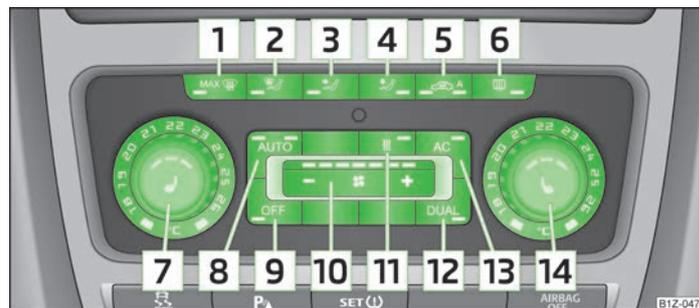

Fig. 90 Climatronic: Elementos de mando
- » (AC) 13 » fig. 90 de la página 87 conectado.
- » Pulsar la tecla (AUTO) 8 » fig. 90 de la página 87.
- Pulsar la tecla (AUTO) 8 » fig. 90 de la página 87. En la esquina superior derecha o izquierda se enciende un testigo, siempre en función del último servicio seleccionado.
Si se enciende el testigo en la esquina superior derecha de la tecla (AUTO) 8 » fig. 90 de la página 87, entonces es que el Climatronic opera en servicio "HIGH". El servicio "HIGH" es el ajuste básico del Climatronic.
- Pulsar la tecla (AC) 13 » fig. 90 de la página 87. Se encenderá el testigo de control en la tecla.
- Pulsando de nuevo la tecla (AC) 13 se desconectará el sistema de refrigeración. Se apagará el testigo de control en la tecla. Activada queda únicamente la función aireación, en la que no se consigue una temperatura inferior a la de la temperatura exterior.
- Después de conectar el encendido, se puede ajustar la temperatura para ambos lados con el regulador giratorio 7 » fig. 90 de la página 87.
- Si se desea ajustar la temperatura para el lado derecho, girar el regulador giratorio 14 » fig. 90 de la página 87. El testigo en la tecla (DUAL) 12 » fig. 90 de la página 87 se enciende, lo que quiere decir, que se han ajustado distintas temperaturas para el lado izquierdo y derecho.
Cuando el testigo en la tecla (DUAL) 12 » fig. 90 de la página 87 se enciende, no se puede ajustar por medio del regulador giratorio 7 » fig. 90 de la página 87 la temperatura para ambos lados. Esta función se restaura pulsando la tecla (DUAL) 12. Se apagará el testigo de control en la tecla.
➤ Pulsar repetidamente la tecla  **5** » fig. 90 de la página 87 hasta que se encienda el testigo del lado izquierdo de la tecla.
➤ Pulsar repetidamente la tecla  **5** » fig. 90 de la página 87 hasta que se encienda el testigo del lado derecho de la tecla.
➤ Cuando el sensor de calidad del aire no activa automáticamente el servicio de aire circulante al detectar un olor desagradable, se podrá activar pulsando la tecla  **5** » fig. 90 de la página 87. En la tecla se encenderá el testigo del lado izquierdo.
➤ Pulsar la tecla  **8** » fig. 90 de la página 87 o pulsar repetidamente la tecla  **5** » fig. 90 de la página 87 hasta que se apague el testigo.
- Si se empaña el parabrisas, pulsar la tecla  **1** » fig. 90 de la página 87. Cuando el parabrisas se haya desempañado, pulsar la tecla  **8** » fig. 90 de la página 87.
➤ Pulsar de nuevo la tecla  **10** » fig. 90 de la página 87 en el lado izquierdo (reducir el número de giro del ventilador) o bien en el lado derecho (aumentar el número de giro del ventilador).
El número de giro del ventilador ajustado lo representan los testigos encima de la tecla  **10** » fig. 90 de la página 87 al encenderse el respectivo número.
➤ Pulsar la tecla  **1** » fig. 90 de la página 87.
➤ Pulsar de nuevo  **1** » fig. 90 de la página 87 o .